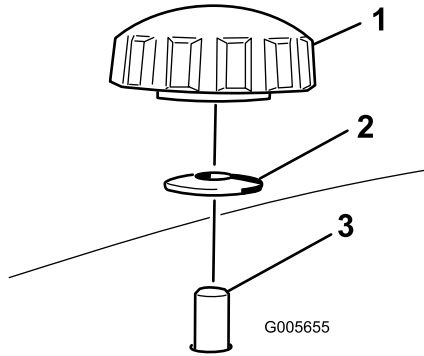
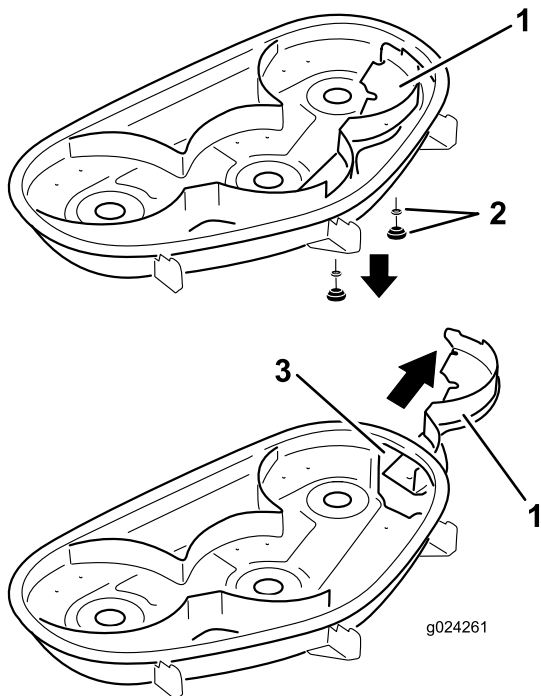

Bild 32
Bild 33
- Nehmen Sie die beiden Handräder und die Wellenscheiben ab, mit denen das rechte Ablenklech am Mähwerk befestigt ist (Bild 32).
- Nehmen Sie das rechte Ablenklech ab und senken Sie das Grasablenklech über der Auswurfkanalöffnung ab, wie in Bild 32 und Bild 33 dargestellt.
5. Schieben Sie das rechte Ablenkblech unter das Mähwerk und befestigen Sie es mit zwei Handrädern und Wellenscheiben (kappenförmige Seite zum Mähwerk), wie in Bild 32 und Bild 33 abgebildet.